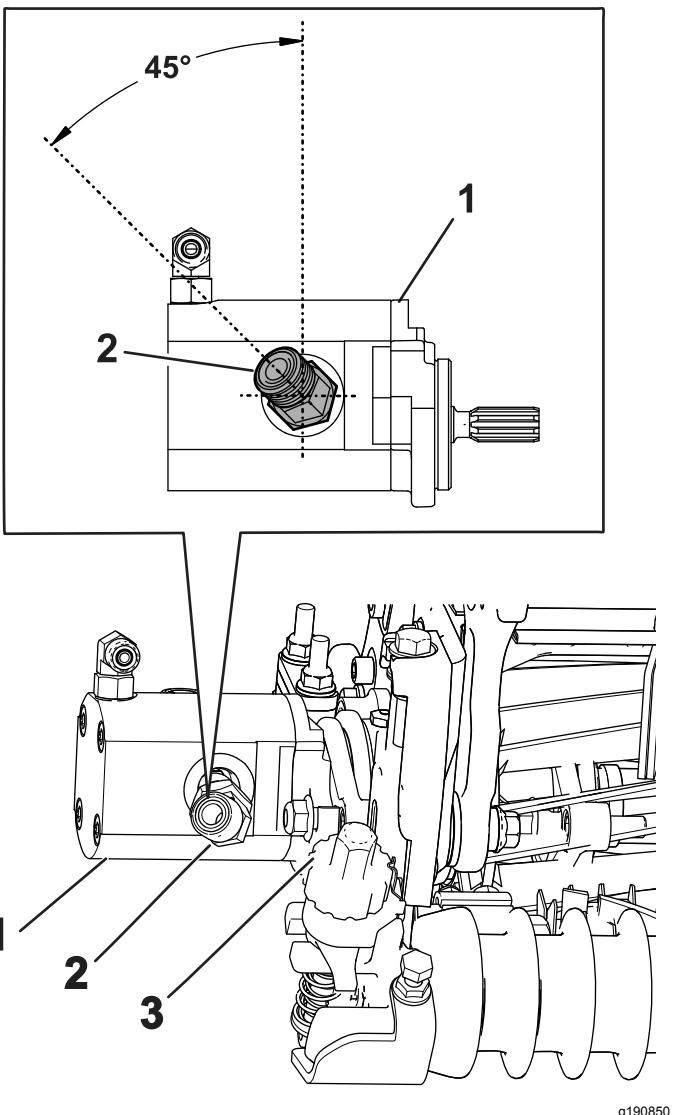

Рисунок 18
4. Установите новый 45-градусный штуцер так, чтобы угол штуцера был расположен, как показано на Рисунок 18. Затяните штуцер с моментом от 47 до 58 Н·м.